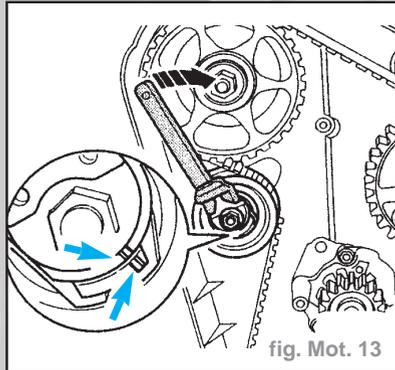

fig. Mot. 13
- Tendre la courroie crantée. Pour cette opération, tourner une clé pour écrou (p. ex. **Matra V159**) dans le sens d'horloge sur l'excentrique jusqu'à ce que l'encoche et le bossage (-flèches-) coïncident. (fig. Mot. 13)
- Appuyer fortement sur la courroie crantée avec le pouce. L'encoche et le bossage (flèche) doivent se décaler (fig. Mot. 13).